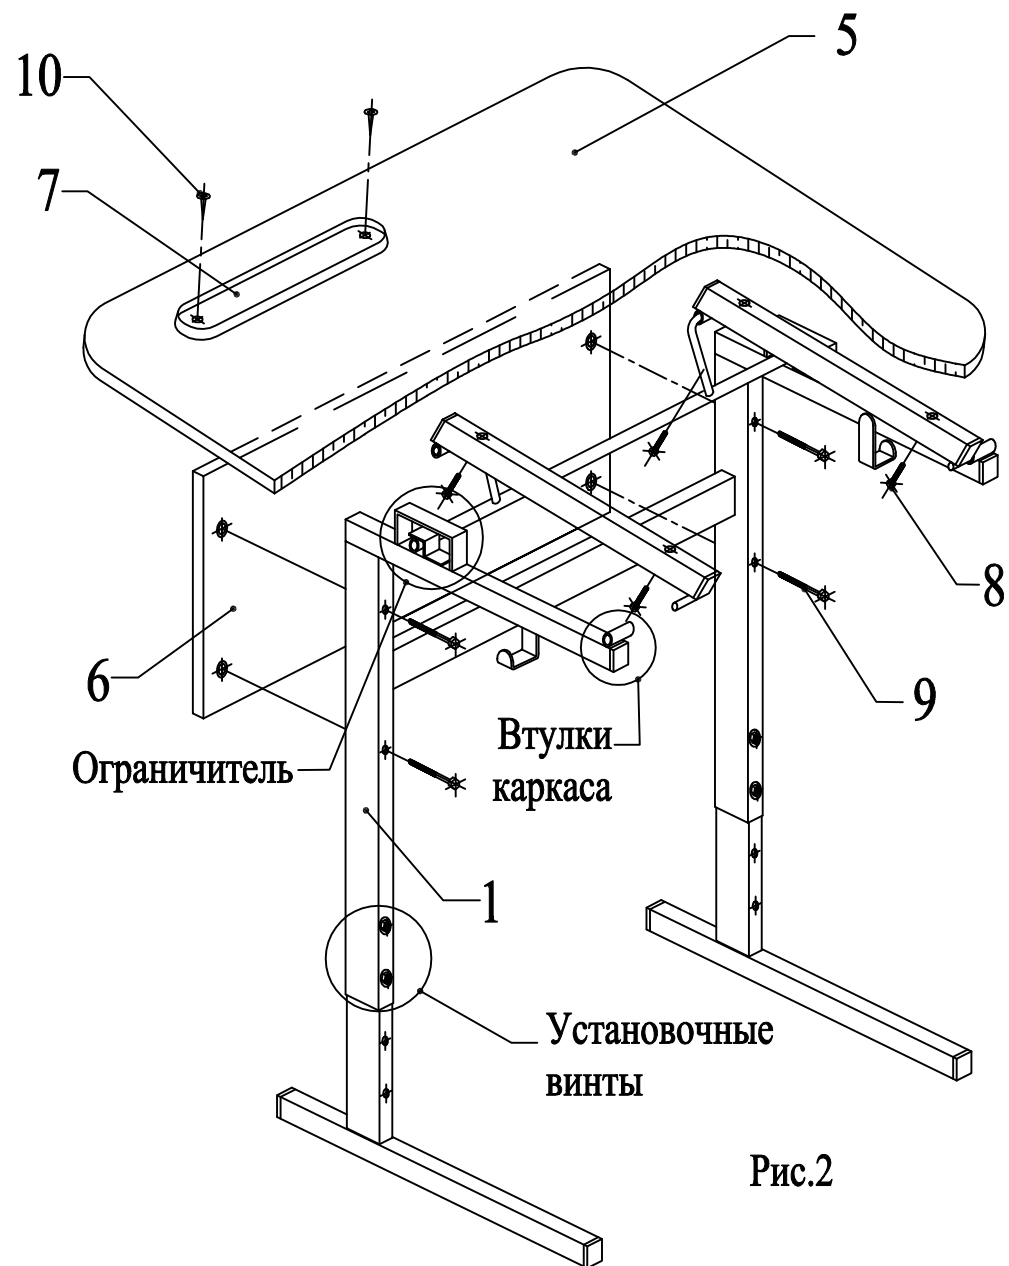

Рис.2
- 6.2. Прямые концы поворотной оси (4) заводим в ограничители на каркасе стола (1), а оси балок (2 и 3) заводим во втулки каркаса (рис.2).